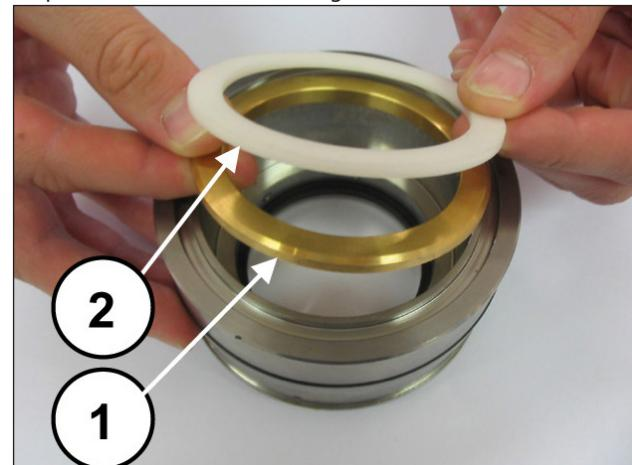
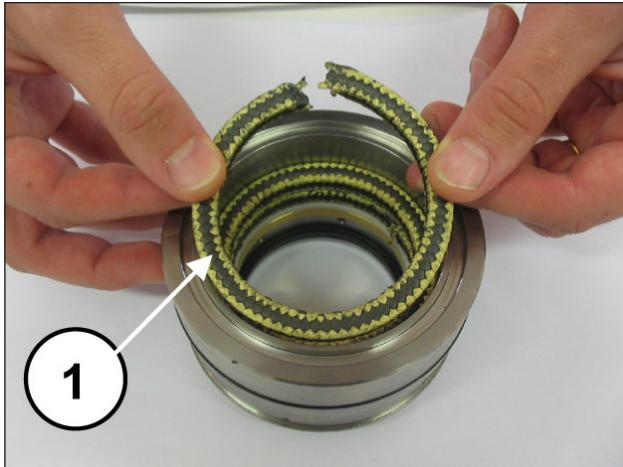
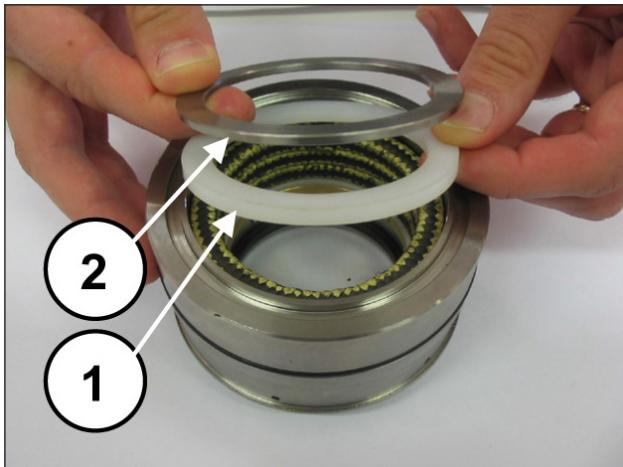

Abb. 170
Abb. 171
Abb. 172
Montieren Sie den Lagerring und den Stützring (Pos. ①②, Abb. 170) sowie die drei Stopfbuchsen. Achten Sie darauf, dass die Schlüsse in einem Winkel von 120° zueinander ausgerichtet sind (Pos. ①, Abb. 171), darüber hinaus den Abstreifring der Stopfbuchsen und den Federring (Pos. ①②, Abb. 172).